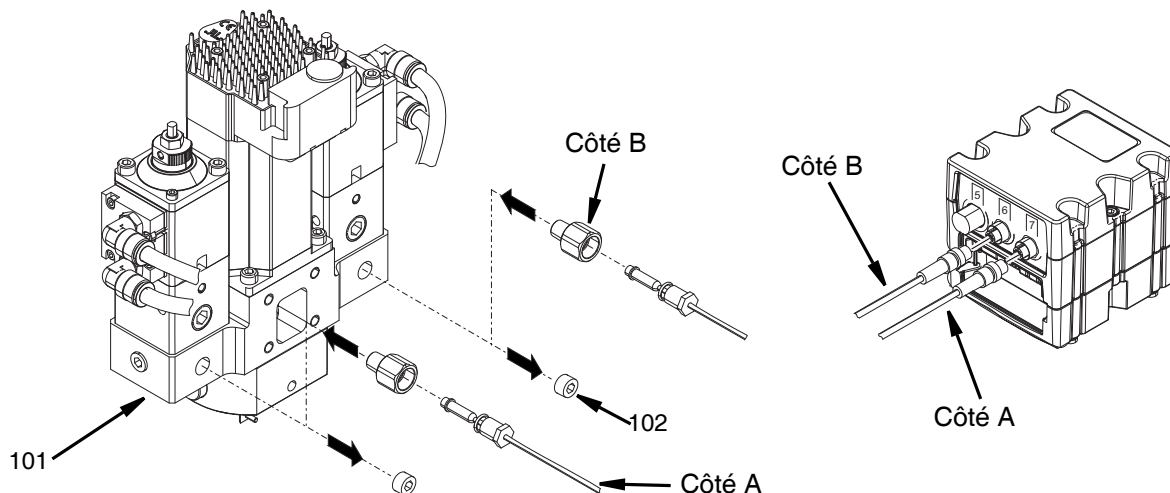

FIG. 40
7. Connecter le capteur de pression côté B à l'orifice 6 sur le module cube GCA. Voir FIG. 40.